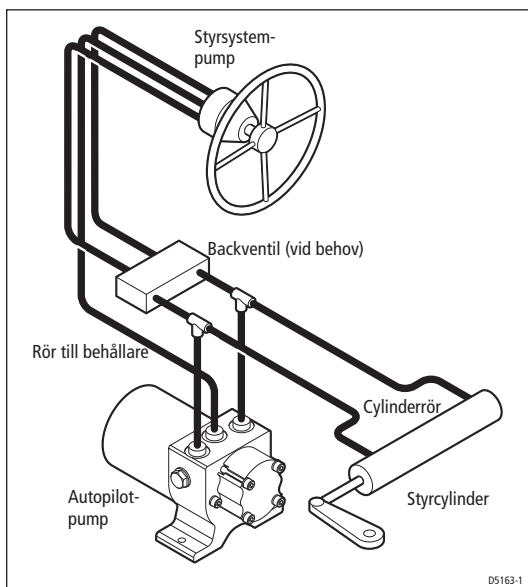

Bild 5: Autopilotspumpens placering i tvårörssystem
- Om båten är försedd med ett enda styrcylindersystem **utan** backventiler, måste du montera en dubbel pilotbackventil (best.nr. M81 166) på det sätt som visas i bild 5.
- En dubbel pilotbackventil kan också behövas i system med långa rör, eftersom rörexpansionen annars kan påverka autopilotens funktion. Montera backventilen på det sätt som beskrivs i bild 5.
I bild 5 visas ett vanligt tvårörssystem. Hydraulvätskeflödet styrs till cylindern i en av två riktningar, beroende på roderpumpens rotationsriktning. Koppla in autopilotspumpen till styrsystemet på det sätt som beskrivs i bild 5.